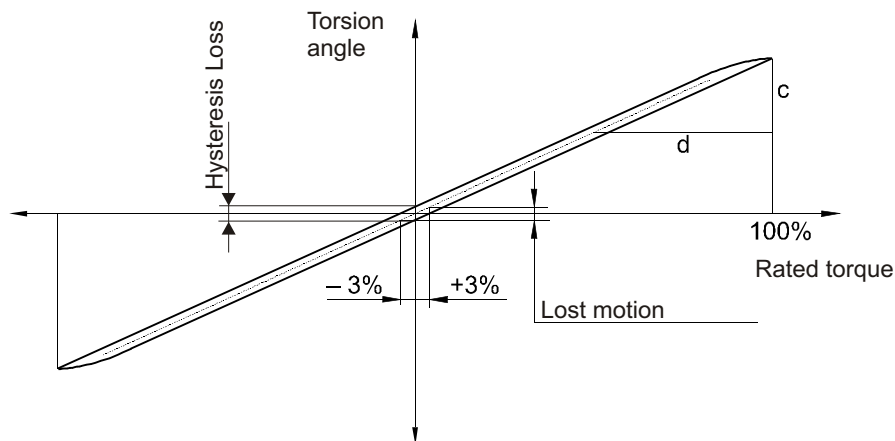

Fig. 3.7a: Hysteresis curve and the definition of stiffness / Hysteresekurve mit Definition Steifigkeit und Lost Motion
If the input shaft and the case are fixed and a torque is applied to the output flange, then the load diagram has a shape of a hysteresis curve (Fig. 3.7a).
Lost motion (LM) is a pitch angle of the output flange at $\pm 3\%$ nominal torque measured on the centerline of the hysteresis curve (Fig. 3.7a).
Wenn die Eingangswelle und das Gehäuse gegen das Verdrehen gesichert werden und der Ausgangsflansch durch ein Zu- und Abnehmendes Drehmoment belastet wird, erhält man für den Verlauf des Drehwinkels der Abtriebsflansche die Hysteresekurve (Abb. 3.7a).
Die "Lost Motion" ist der Drehwinkel des Ausgangsflansches bei einem Drehmoment von $\pm 3\%$ des nominellen Drehmomentes, gemessen an der Mittellinie der Hysteresekurve (Abb.3.7a).